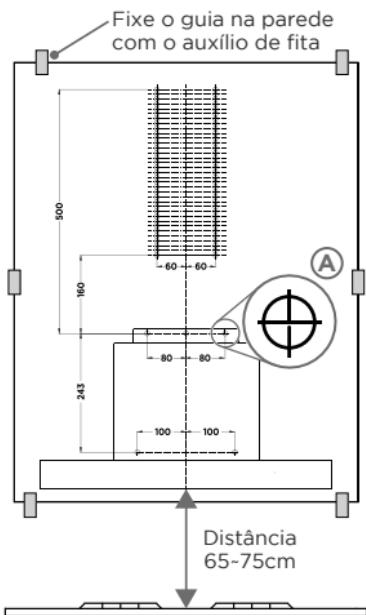

Fig. 11
1. Para a furação, observe o nivelamento e espaçamento mínimo sobre o fogão antes de fixar o guia na parede, garantindo a centralização com o fogão (Fig. 11).
2. Fixe o guia de instalação na parede com o auxílio de uma fita e faça os furos conforme as indicações “⊕” do guia (“A” - Fig. 11). Após realizada as furações com o guia de instalação, insira as buchas nos furos e fixe rigidamente a placa de suporte da coifa e segunda placa de instalação da proteção decorativa com os parafusos 5x50.